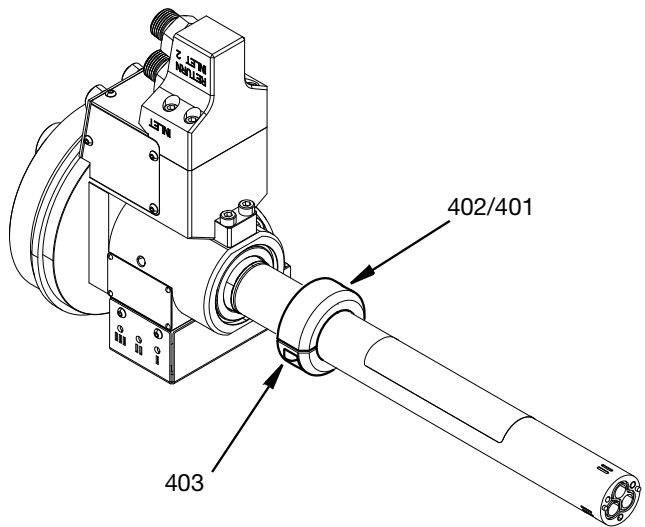

FIG. 16
- Wenn der Adapter vom Zentralgehäuse entfernt ist, lösen Sie die beiden M5-Schrauben (403) und entfernen Sie die Sicherungsringbaugruppe (401) mit Unterlegscheibe (402). Siehe FIG. 16.